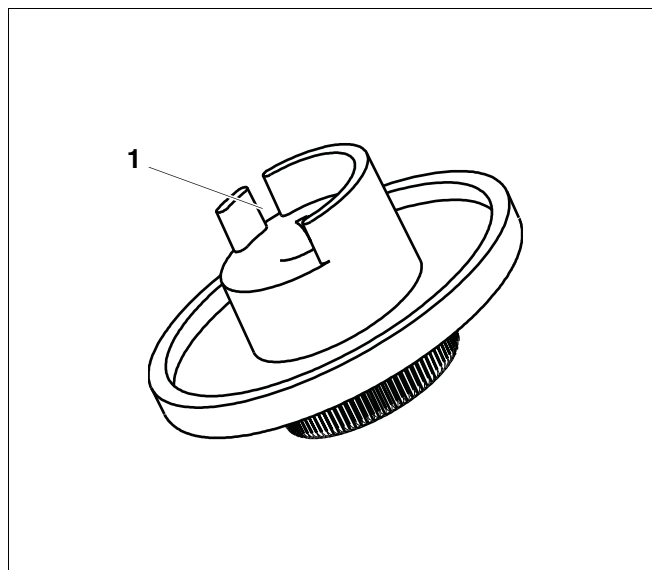

Fig. 4 Bouton de réglage
- Casser la butée (fig. 4, pos. 1).